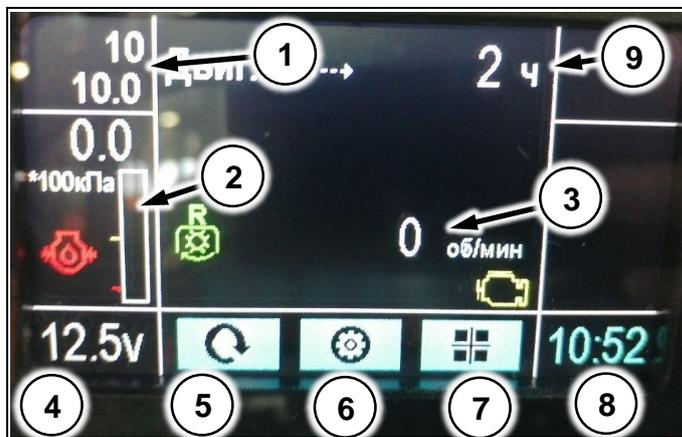
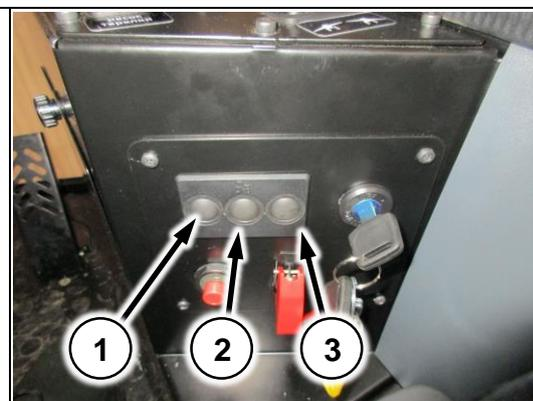

Рис. 11
Рис. 12
- (Рис. 11/1) – общий и суточный пробег;
- (Рис. 11/2) – давление масла в двигателе;
- (Рис. 11/3) – обороты навесного оборудования;
- (Рис. 11/4) – заряд АКБ;
- (Рис. 11/5) – индикатор включенного освещения, а также сброс суточного пробега;
- (Рис. 11/6) – индикатор меню настройки;
- (Рис. 11/5,6,7) – индикаторы на панели соответствуют кнопкам для настройки (Рис. 12/1,2,3);
- (Рис. 11/8) – часы;
- (Рис. 11/9) – счетчик моточасов ДВС
Для сброса суточного пробега нажмите и удерживайте клавишу 1 (Рис. 12/1)
Для настройки приборной панели используйте клавиши, расположенные возле замка зажигания (Рис. 12).
Клавиши (Рис. 12/1,2,3) соответствуют иконкам на панели (Рис. 11/5,6,7).